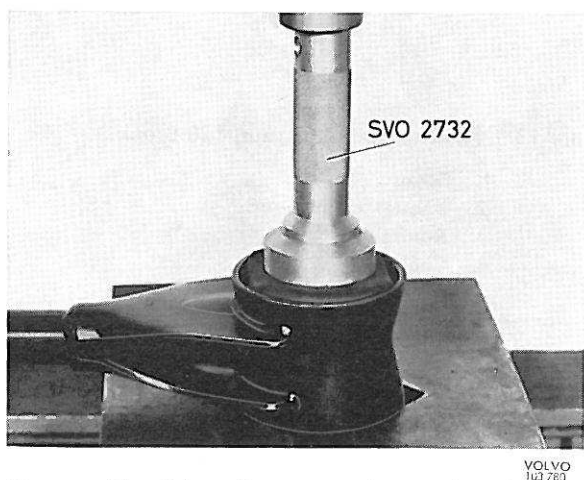

Figure 14. Démontage-remontage des bagues arrière des barres de torsion, 120 et 1800 de nouveau modèle
3. Extraire la bague arrière avec le mandrin SVO 2732, voir figure 14. La mise en place de la nouvelle bague se fait avec le même outil. Pour les bagues caoutchouc de nouveau modèle, avec "ceinture", il faut mettre un peu d'huile au caoutchouc avant la mise en place.